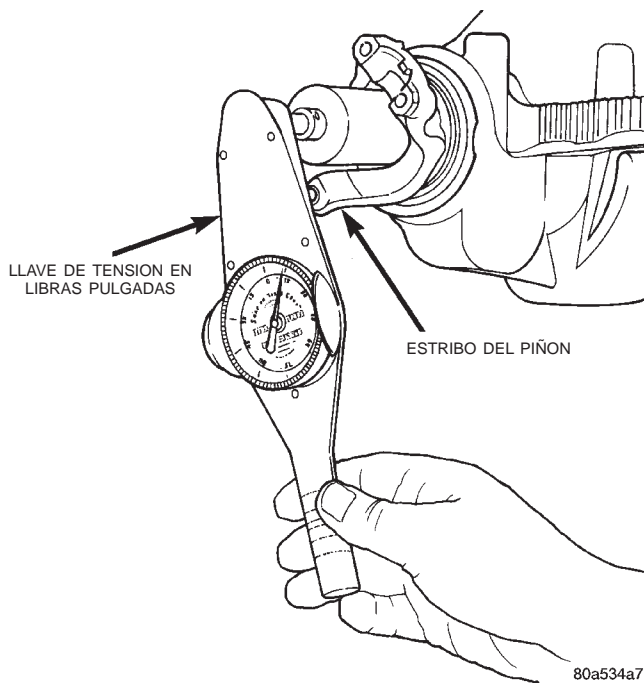

Fig. 47 Verificación del esfuerzo de rotación del piñón satélite-característico
(11) Apriete la tuerca lentamente, en incrementos de 6,8 N·m (5 lbs. pie), hasta alcanzar el esfuerzo de rotación. Mida con frecuencia el esfuerzo de rotación para evitar aplastar en exceso el separador plegable (Fig. 47).
(12) Haga girar el piñón un mínimo de diez veces. Verifique que el piñón gire suavemente. Compruebe el esfuerzo de rotación del cojinete con una llave de tensión en libras pulgadas (Fig. 47). La torsión necesaria para girar el piñón satélite debe ser de:
(13) Instale el conjunto del diferencial.